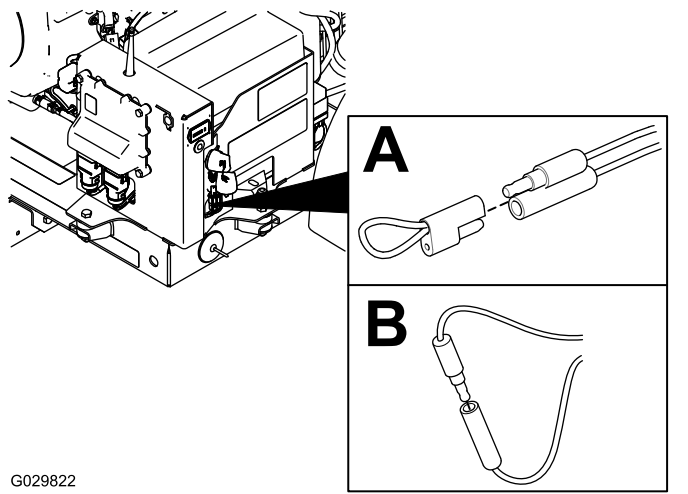

Рисунок 54
2. Снимите привязную крышку с одноштыревого разъема и одногнездового разъема (Рисунок 54А).
3. Вставьте одноштыревой разъем в одногнездовой разъем (Рисунок 54В).